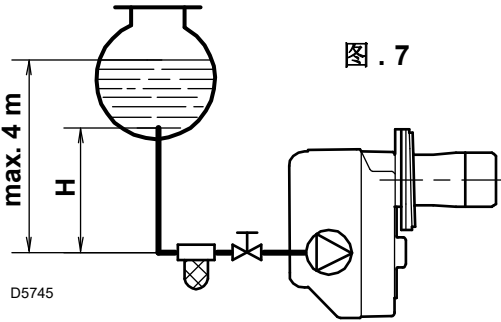
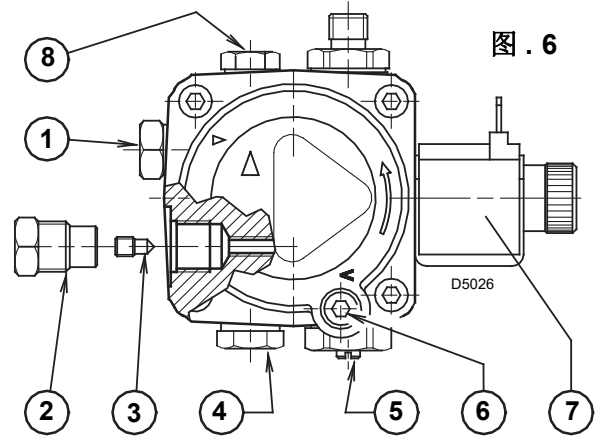

图 . 7
图 . 6
- 设计时泵是按双管运行的。如单管运行，须拧下回油螺钉 (2)，移开旁路螺钉 (3) 后再拧紧螺钉 (2)。(参见图 . 6)。
在图 . 7 所示系统中，松开油压表接口螺钉 (5, 图 . 6) 直到有油流出就可以了。
要改变压力时调整压力调节螺钉 (4, 图 . 6, P 4)。